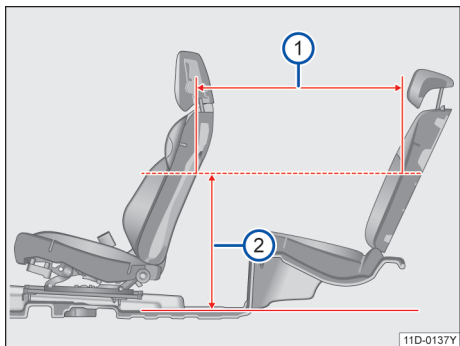

图 71 座间距
当前排座椅前后位置：座椅最后往前滑动 125mm，靠背角为（19°），高度位于座椅最低向上调节 37.5mm 位置；后排座椅位于设计位置时，在距离地板位置 620mm 处→图 71②，座间距为 836mm→图 71①。